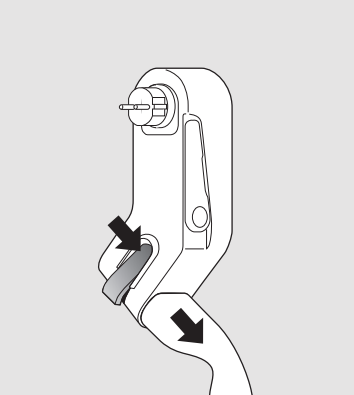

Abb. 3: Typ 2 Steckdose entriegeln
- Wandstütze (E) mit dem Knopf (D) entriegeln und in Pfeilrichtung bis zum Anschlag herausklappen.
- Netzstecker (A) so in eine geeignete Wandsteckdose einstecken, dass das Gehäuse nach unten hängt. Der Mobility Dock macht einen Selbsttest.
- Mobility Dock (A) aus der Wandsteckdose ziehen
- Wandstütze (E) entriegeln (D) und in Ausgangsposition bringen
- Ggfs. Ladestecker mit orangem Entriegelungshebel (B) entriegeln und ausstecken (siehe Abb. 3)